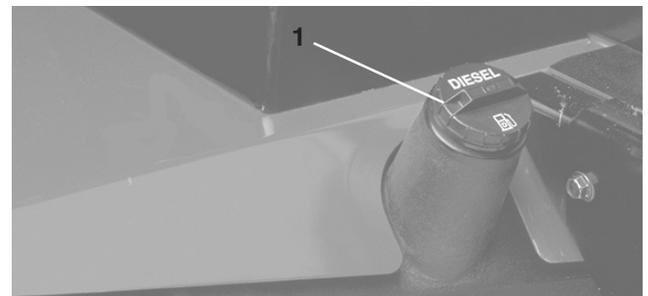

Bild 17
1. Entfernen Sie den Tankdeckel (Bild 17).